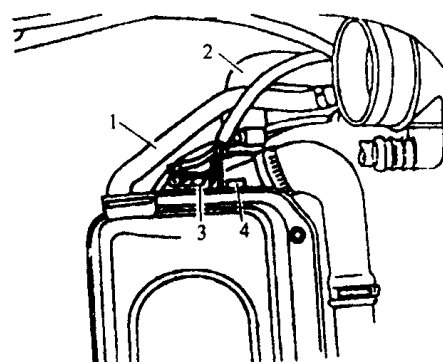
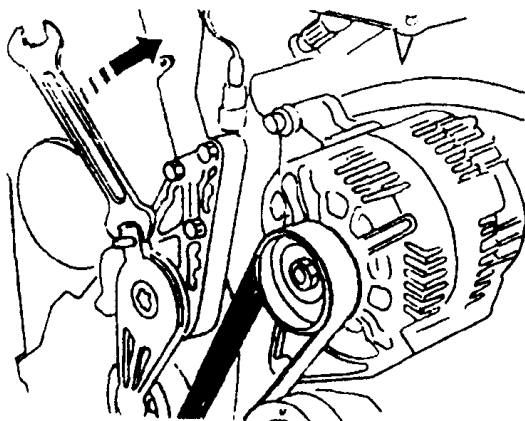

图 1-16 拔下气缸盖通向暖风热交换器的冷却液管
图 1-17 用专用工具扳动张紧轮
(21) 拔下气缸盖通向暖风热交换器的冷却液管 2，如图 1-16 所示。
(22) 拔下变速器上的车速传感器插头、倒车灯开关。
(23) 松开空调压缩机与支架的连接螺栓，取下 V 形带。
(24) 移开空调压缩机并将其悬挂在副梁上（使用电线），不要悬挂在制冷剂管道上。此时不要打开空调管路。
(25) 使用专用工具，按图 1-17 所示的方向扳动张紧轮，使传动带松开。